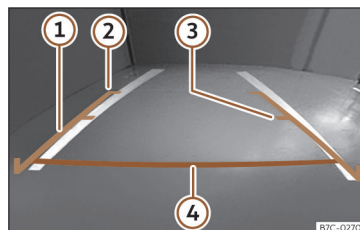

Fig. 186 Pantalla del sistema de infotainment: líneas de orientación.
- La carga del vehículo modifica la representación de las líneas de orientación >>> **fig. 186**. La anchura que las mismas representan, disminuye con el nivel de carga. Ponga atención al entorno cuando el interior o el maletero están cargados.
Significado de las líneas de orientación »» fig. 186